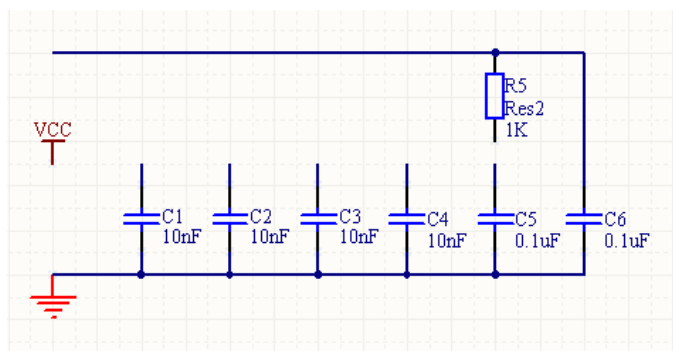

图 3.32 布置电阻“R5”后的电路图
- (3) 在电容“C5”的上方竖直布置电阻“R5”, 并使“R5”的上端与水平导线连接, 如图 3.32 所示。